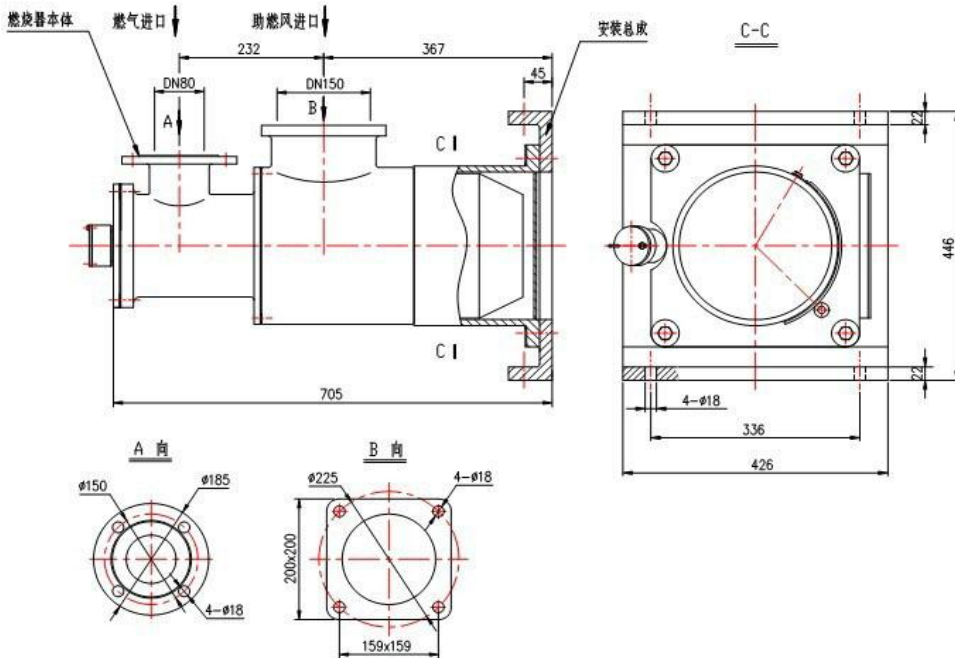

图 14、JDC-YJ100C 型燃烧器外形图及安装示意图
3... JDC-YJ100C 型技术性能参数：(外形安装图见图 14)